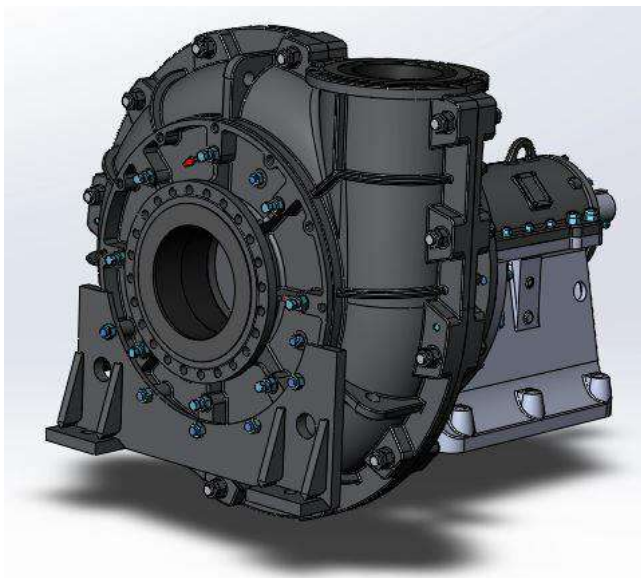
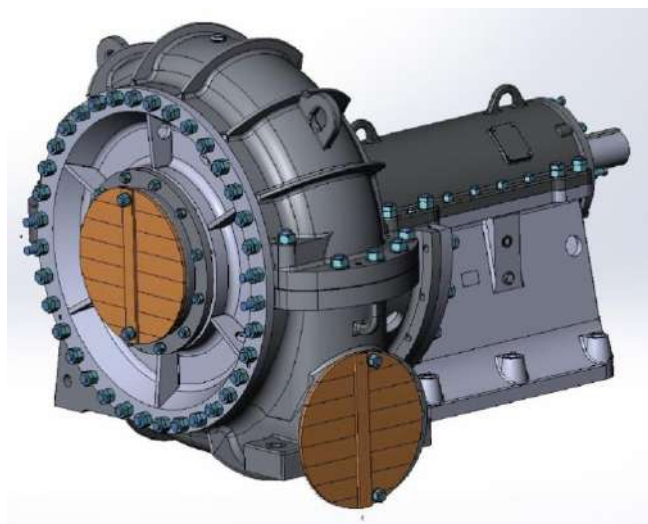

Рис. 1 – Насос 1ГрТ 4000/71В
Рис. 2 – насос 1ГрТ 4000/71
1. Литера «В» указывает на вертикальный разъем передней и задней половин внешнего корпуса, как на насосах НДР, ГрАТ (рис.1), в отличие от горизонтального разъема у насоса 1ГрТ4000/71 (рис.2). Это позволяет обеспечить крепление деталей проточной части (бронедиски, корпус внутренний) к передней и задней половинкам внешнего корпуса, что повышает безопасность и снижает трудоемкость при замене изношенных деталей или проведении ремонтных работ (рис. 3).